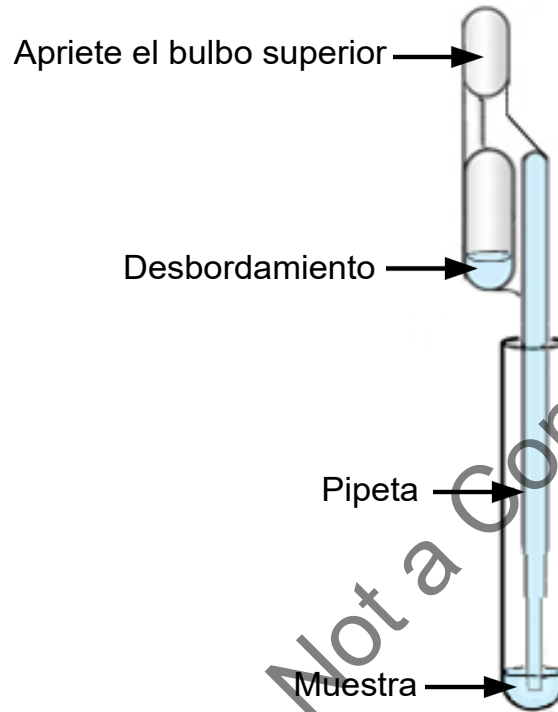

Figura 3. Pipeta de transferencia
1. Abra la tapa del tubo de transporte de muestra. Apriete **por completo** el bulbo superior de la pipeta de transferencia y ponga la punta de la pipeta en el tubo de medio de transporte ESwab que contenga la muestra de paciente (consulte la Figura 3).
3. Para transferir la muestra de paciente al cartucho, apriete el bulbo superior de la pipeta de transferencia por completo para vaciar el contenido de la pipeta en la abertura grande (cámara de muestras) en el cartucho mostrada en la Figura 4. No hay problema si queda un exceso de muestra en el depósito de desbordamiento de la pipeta (Figura 3).